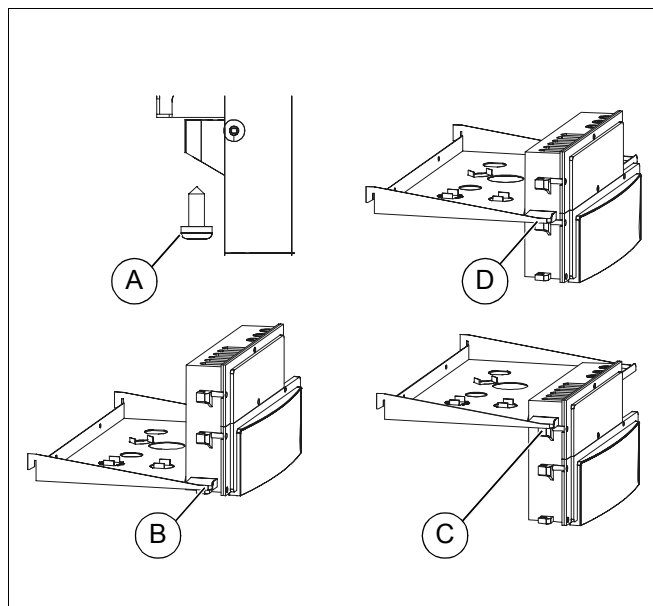

Fig. 48 Schimbarea poziției consolei de serviciu
Pentru simplificarea lucrărilor de întreținere, consola poate fi fixată în afara de poziția normală, (Fig. 48, **Poz. D**) și în alta poziție mai ridicată sau mai joasă.
- Desfaceți cele 3 șuruburi (Fig. 48, **Poz. A**) pentru fixarea consolei
- Îndreptați consola în continuare către găurile ce se afla mai jos (Fig. 48, **Poz. B**) și fixați-o acolo.